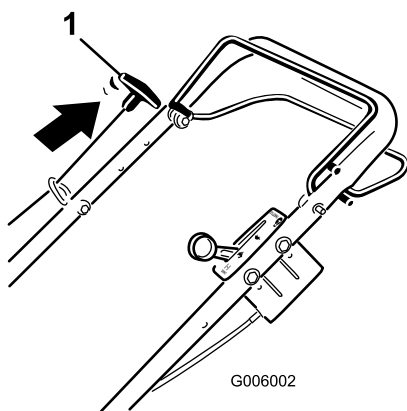

Bild 24
4. Drücken Sie den Schaltbügel zum Griff und ziehen Sie ein- oder zweimal am Rücklaufstarter (Bild 24).
6. Drücken Sie den Schaltbügel zum Griff und ziehen Sie am Rücklaufstarter (Bild 24).